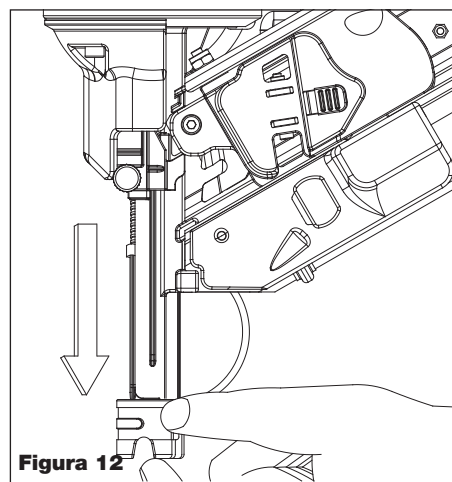

Figura 12
3. Mueva el WCE hacia adelante y hacia atrás hasta el punto deseado. Mueva el WCE hacia la herramienta para aumentar la profundidad del clavo. Mueva el WCE en dirección opuesta a la herramienta para reducir la profundidad del clavo. Vea la figura 12.